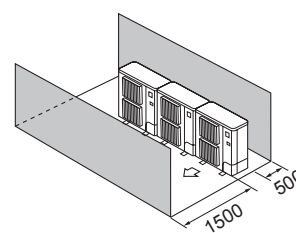

Fig. 2-15
- ④ Enbart hinder på framsidan och baksidan (Fig. 2-15)